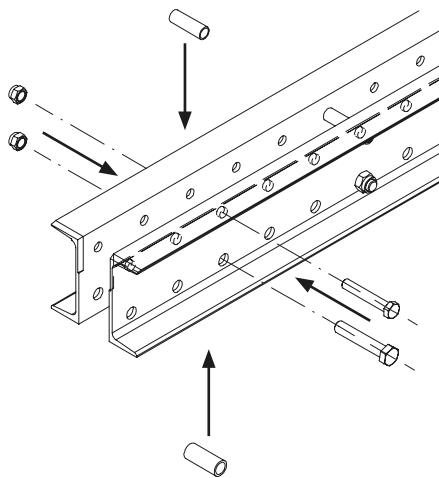

Fig. E1.04a
2. Riattaccare i distanziatori delle guide di ripresa RCS nel punto corretto. (Fig. E1.04a + E1.04b)